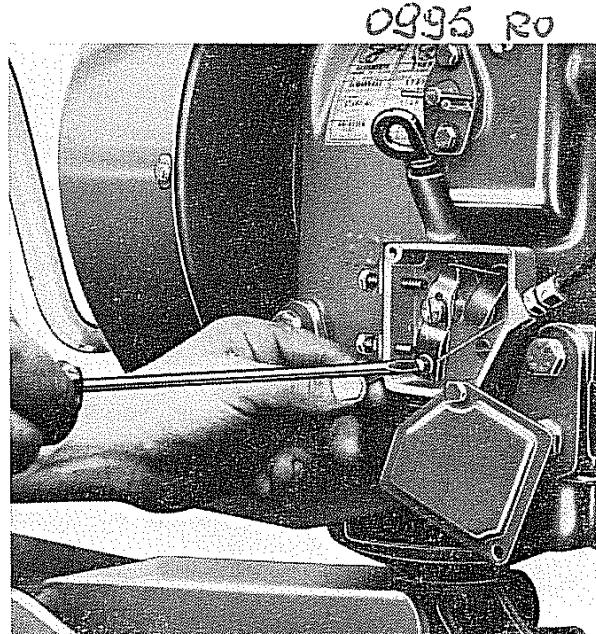

Fig. 58
- Separare nell'apposita scatola di fig. 58 il cavo acceleratore che va alle stegole e collegare allo stesso modo il cavo acceleratore che va al piantone sterzo.